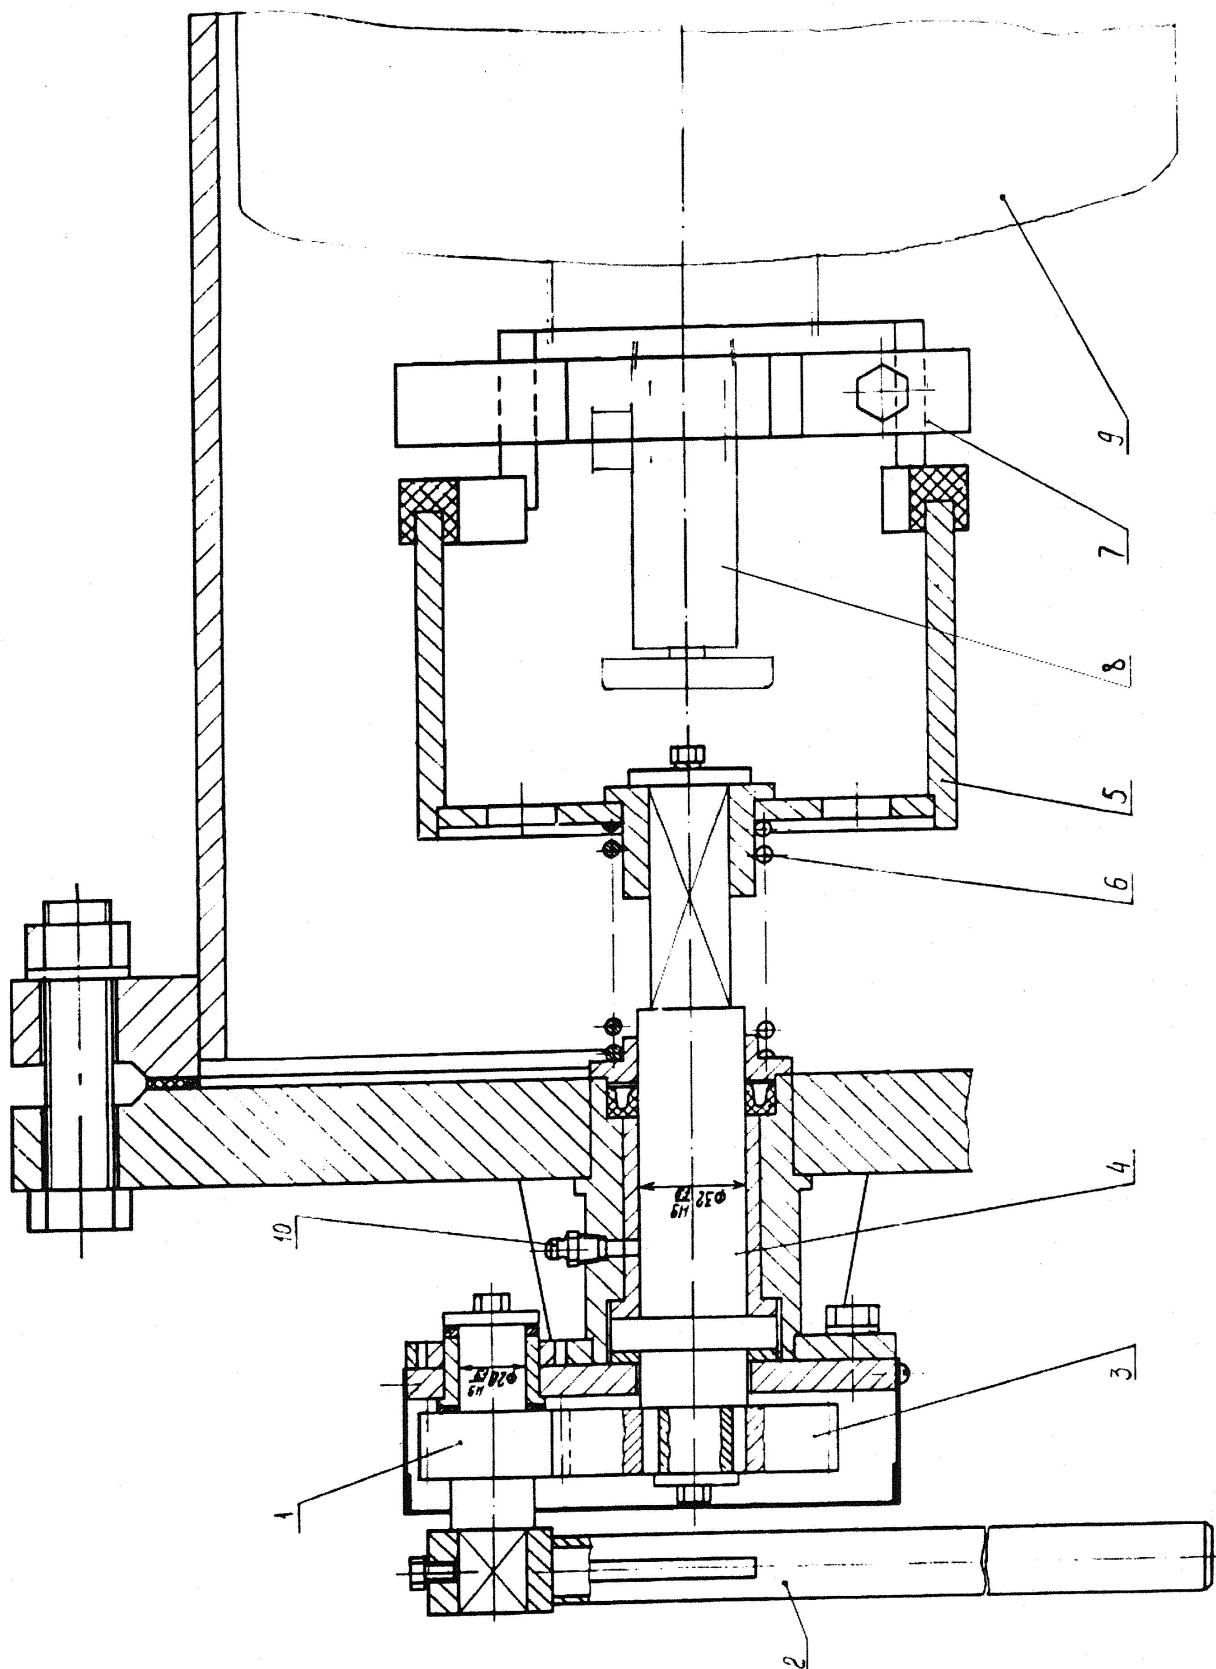
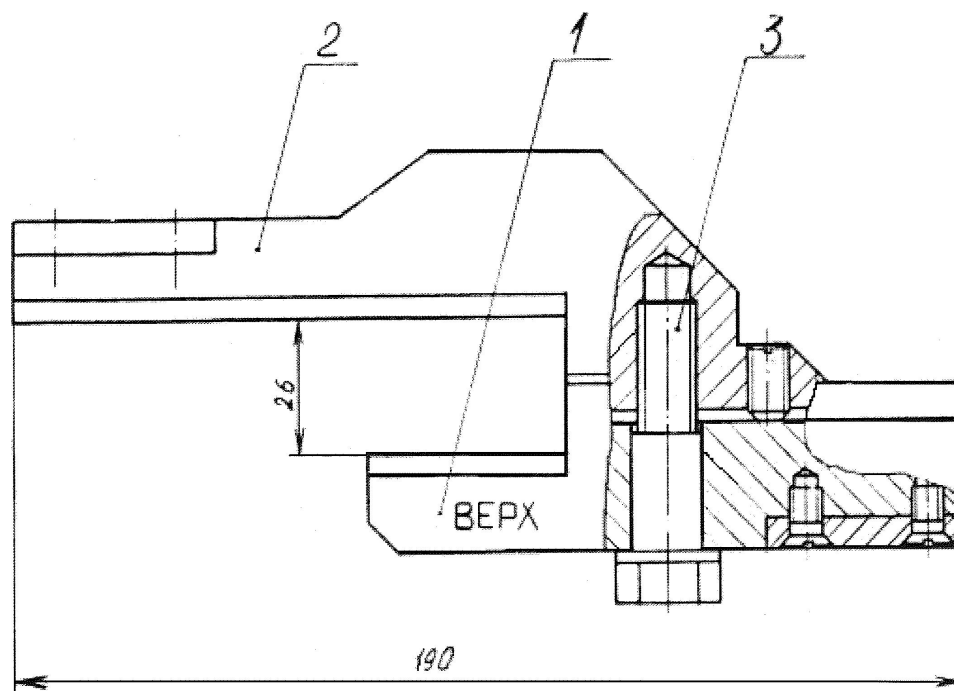

Рисунок 7.4 — Механизм отбичивания вентилей баллонов.
Рисунок 7.5 – Замок.
7.5. На плоском днище установки (рис. 7.4) смонтирован механизм отвинчивания вентиля баллонов, который состоит из приводной вал-шестерни 1, рукоятки 2, зубчатого колеса 3, вала 4 с ключом 5 и пружины 6. При вращении рукоятки, крутящий момент передается через зубчатое зацепление, вал 4 и ключ 5 на замок 7, установленный предварительно на неисправный вентиль 8 баллона 9. Замок (рис. 7.5) состоит из двух корпусов 1 и 2, которые после установки на вентиль стягиваются болтом 3.